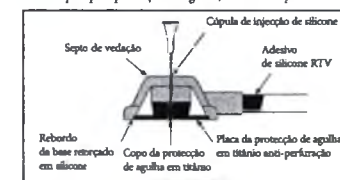

FIGURA 4
- b) Penetre no local de injeção até que a progressão da agulha seja interrompida pela protecção da agulha, conforme apresentado na Figura 4.